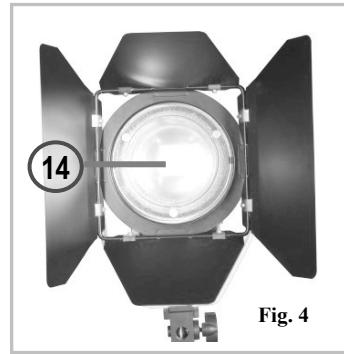

Fig. 4
- De filter 3200°K /diffus (14) met magneethouders, op de lamp klikken (Fig. 4 en 6).
- Sluit na gebruik de stroom uit (6) en laat het toestel afkoelen alvorens het op te bergen.
- Cliquez le filtre 3200°K/diffus (14) avec la fixation magnétique sur la lampe (Fig. 4 et 6).
- Coupez le courant (6) après utilisation et laissez refroidir l'appareil avant de le ranger..